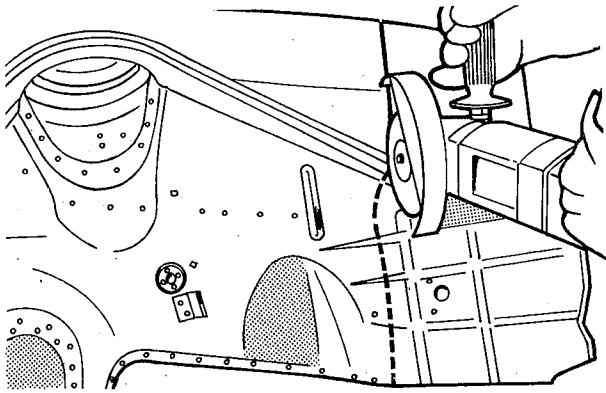

fig. 83
4. Cortar a saia do pára-lama ao longo da linha marcada, usando uma ferramenta de corte a disco (fig. 83). Na área da longarina, cortar o painel da saia com cuidado para não danificá-la